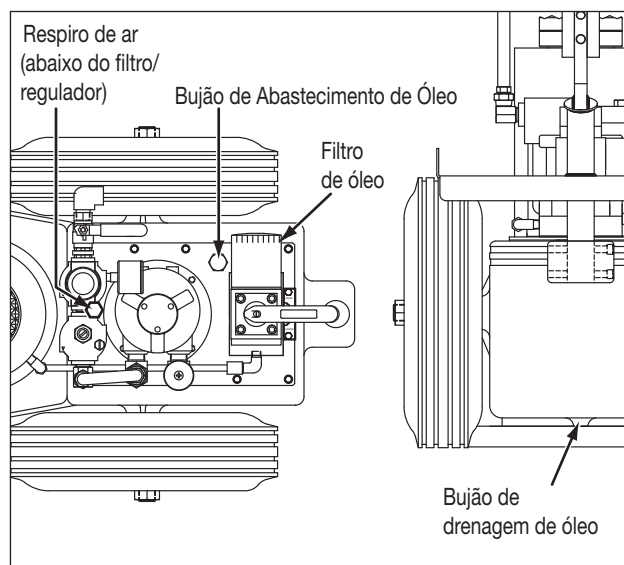

Figura 6, troca de óleo
6.3 Troca de óleo (veja a figura 6)